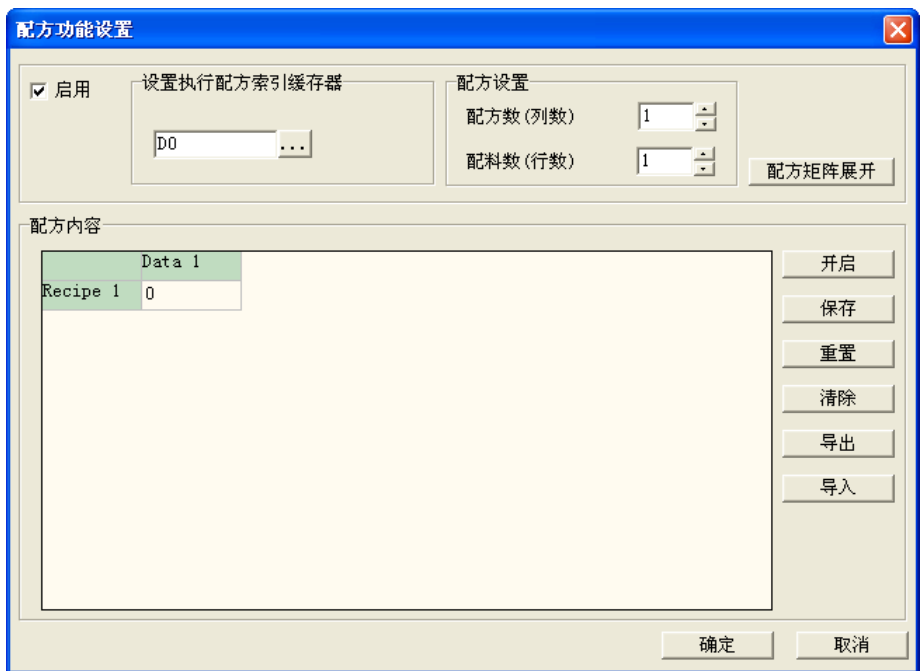

图 5-25 配方设置
可单击 **系统设置 (G)** > **配方设置 (R)** 。将开启配方设置窗口，如图 5-25，勾选「启用」后便可进行相关的设置。